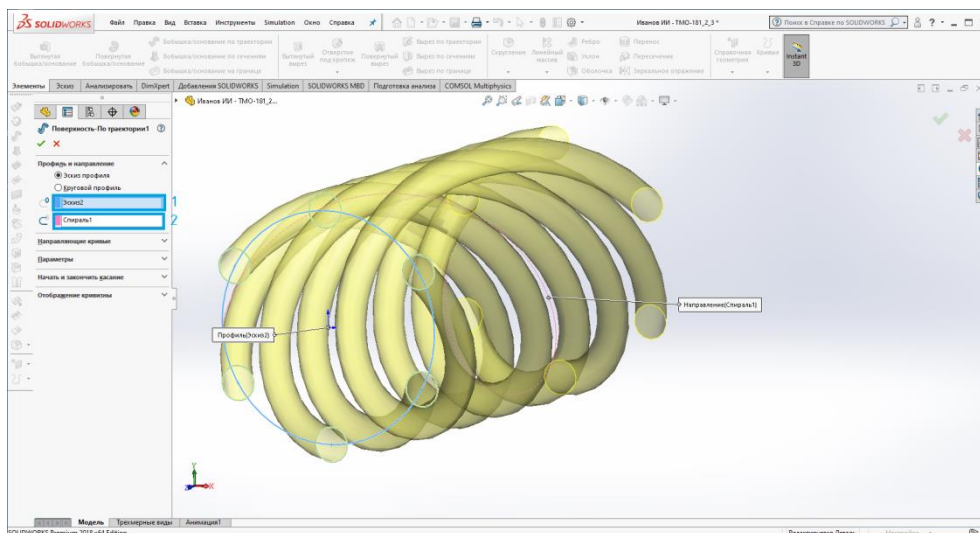

Рис. 7. Построение поверхности по траектории
8. Выбираем инструмент **Поверхность по траектории**  и выделяем эскиз выдавливаемой формы (1) и траекторию выдавливания (2), как показано на рис. 7. После чего нажимаем галочку в верхней части панели .